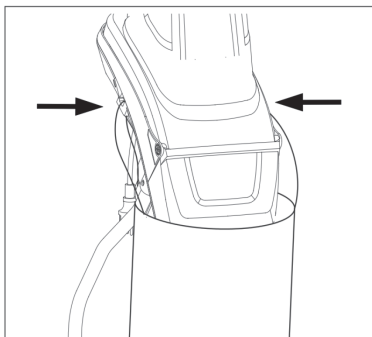

Рис. 4
3. При необходимости установите мешок для сбора измельчённой биомассы, закрепив петлевые ручки мешка на крючках на корпусе измельчителя (Рис.4).